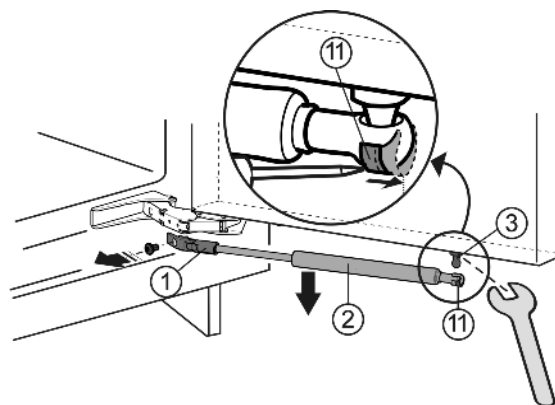

Fig. 3
- ▶ С помощью отвертки сдвиньте натяжную пружину Fig. 3 (11) наружу.
- ▶ Снимите амортизатор закрывания дверей Fig. 3 (2) вниз.
- ▶ Открутите держатель Fig. 3 (1).
- ▶ С помощью гаечного ключа открутите шаровую головку Fig. 3 (3).